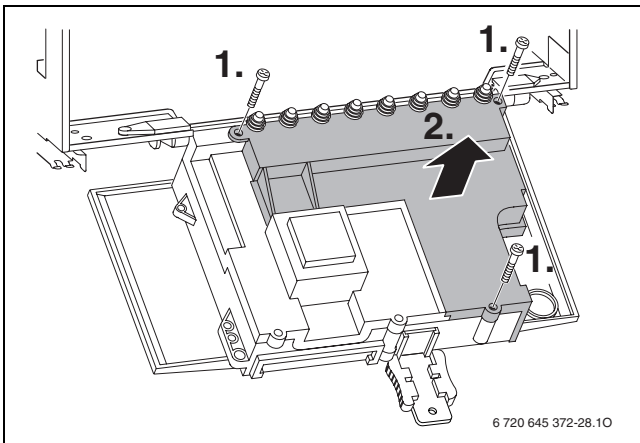

Fig. 20
**i** Los fusibles de repuesto se encuentran en el lado posterior de la cubierta (→ fig. 20).